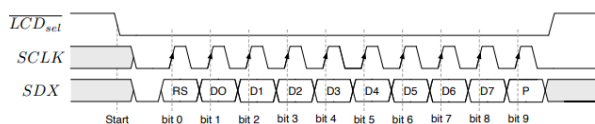

Figura 2 – Protocolo de comunicação com o módulo *Serial LCD Controller*
O *SLCDC* recebe uma mensagem constituída por nove (9) bits de informação e um (1) bit de paridade. A comunicação com este módulo realiza-se segundo o protocolo ilustrado na Figura 2, em que o bit *RS* é o primeiro bit de informação e indica se a mensagem é de controlo ou dados. Os seguintes oito (8) bits contêm os dados a entregar ao *LCD*. O último bit contém a informação de paridade par, utilizada para detetar erros de transmissão.